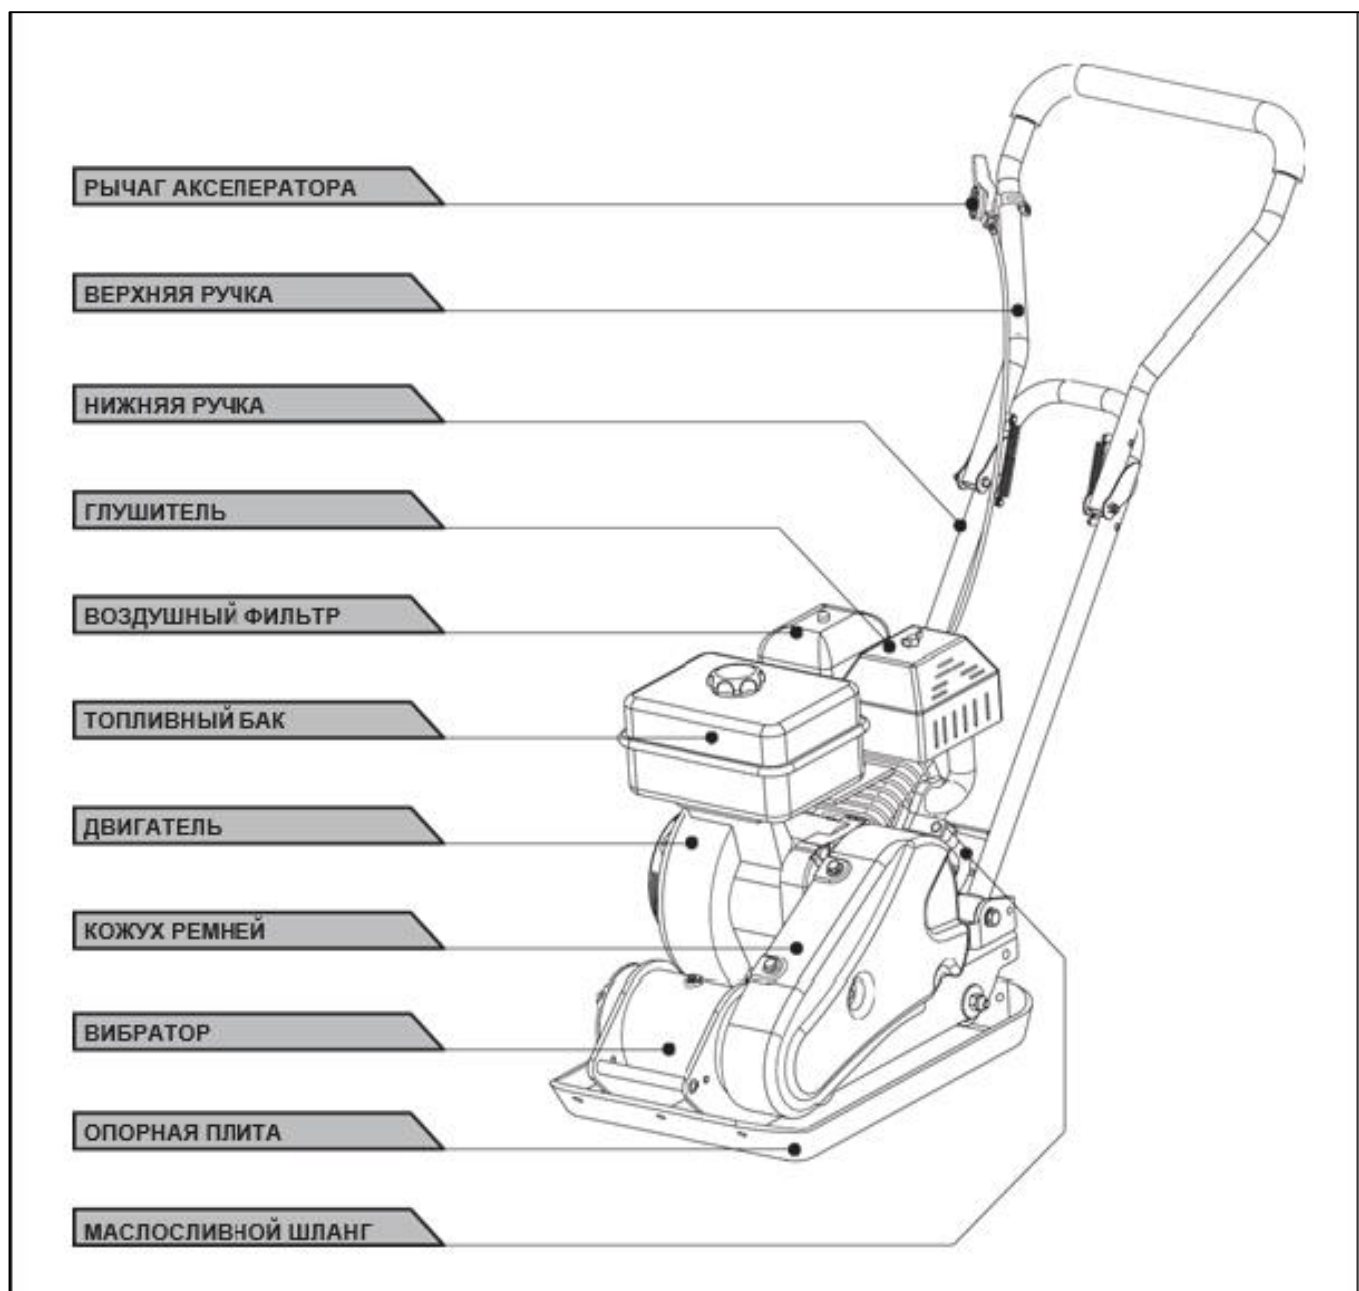
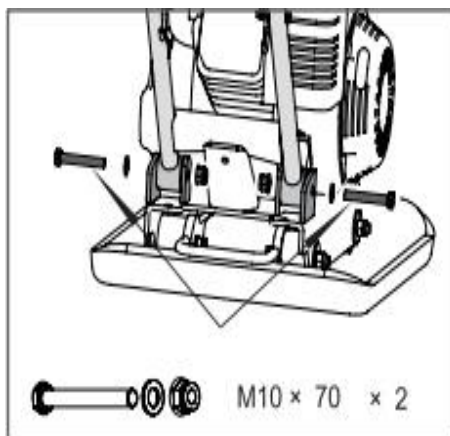

Рис. 1
Рис. 3 Установка рабочей рукоятки
Расположение основных узлов и органов управления представлено на Рис. 1.
Виброплита поступает практически в собранном состоянии. Для окончательной сборки необходимо извлечь распылитель из коробки. Проверить соединения в соответствии с Рис. 1 (при необходимости затянуть). Установить рабочую рукоять (Рис. 3).
2. Совместите отверстия в нижней части рабочих рукояток и кронштейнах рамы виброплиты. Вставьте в отверстия болты M10x70 из комплекта крепежа и зафиксируйте их гайками (Рис. 3). M10 × 70 (× 2) M5 (× 1)